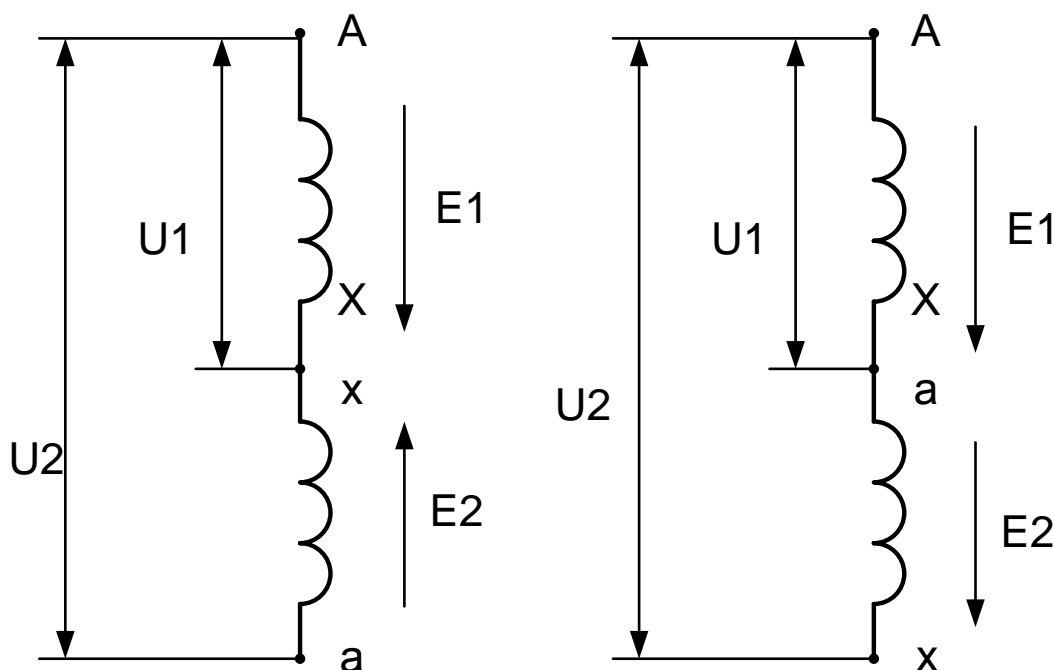

Рисунок 2- К объяснению правильной маркировки.
Если напряжение  $U_1 > U_2$ , что соответствует рис 2а, то выводы 2 и 3 соединенные между собой одноименные. В этом случае ЭДС индуктируемые в обмотках, вычитаются. Если напряжение  $U_1 < U_2$ , то выводы 2 и 3 соединенные между собой разноименные, например X и a (рис. 2б). В этом случае ЭДС индуктируемые в обмотках, складываются.
12. Для определения маркировки выводов обмоток трехфазного трансформатора, обмотки соединяем звездой рис. 2. К средней фазе и нулевой точке подводят напряжение переменного тока  $U$ . Индуцируемый при этом в среднем стержне магнитный поток  $\Phi$  будет замыкаться через крайние стержни, причем в каждом крайнем стержне величина магнитного потока составит  $\Phi/2$  и ЭДС индуцируемая им будет меньше подведенного напряжения в 2 раза. При правильном соединении выводов в звезду напряжение  $AB$  и  $BC$  будут равны по  $1,5U$  каждое, при неправильном соединении по  $0,5U$ , следовательно, необходимо поменять начало и конец обмоток.